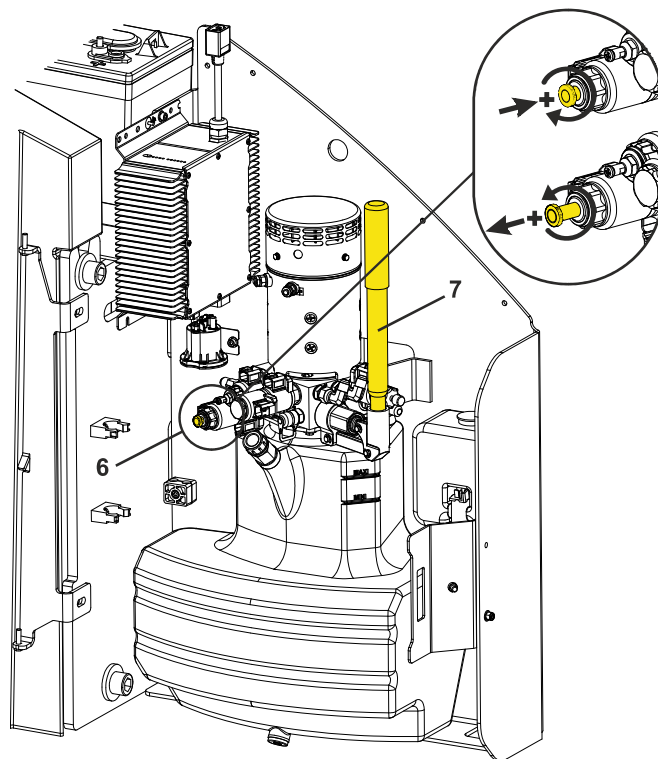

Bild 3-8. Manuelle Schwenkvorrichtung
- Ein auf der Pumpen-Motor-Baugruppe befindliches Drosselventil **(6)**. (Siehe Abbildung 3-8.)
- Eine ebenfalls auf der Pumpen-Motor-Baugruppe befindliche Handpumpe **(7)**. (Siehe Abbildung 3-8.)